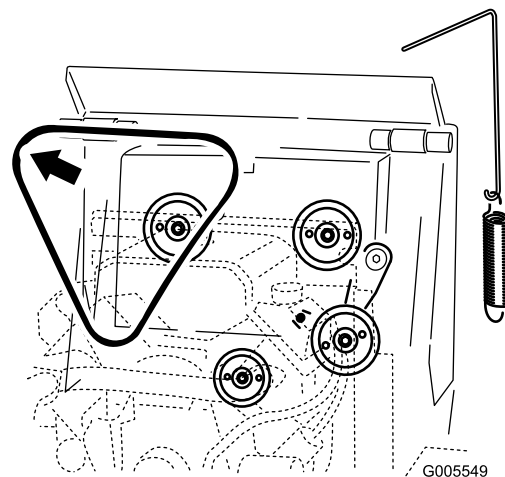

Figura 48
5. Retire la correa de las tres poleas (Figura 48).